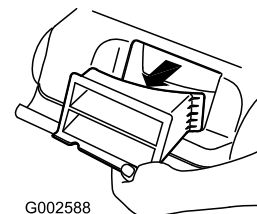

Figure 22
2. Retirez l'obturateur de l'éjecteur arrière (Figure 22).